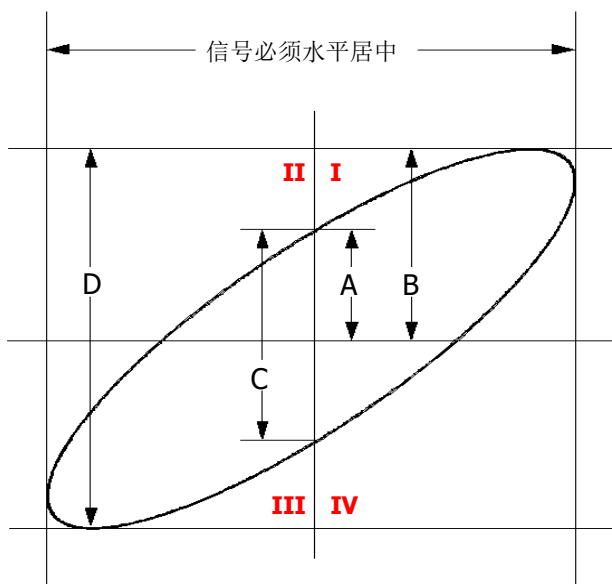

图 3-2 相位差的测量原理图
4. 观察上图的测量结果，并根据相位差测量原理图（图 3-2）可得 $A/B(C/D)=1$ ，即两个通道输入信号的相差角为 $\theta = \pm \arcsin 1 = 90^\circ$ 。